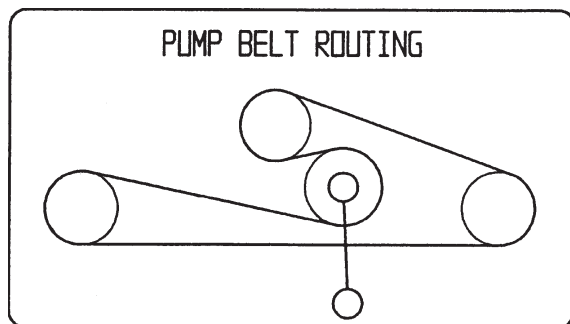

Figure 62
1. Abaissez la poulie de tension rappelée par ressort et enlevez la courroie des poulies du moteur et de la pompe hydraulique (Fig. 62). Retirez la courroie entre les poulies.
2. Installez la courroie neuve sur les poulies du moteur et de la pompe hydraulique (Fig. 62).
3. Abaissez la poulie de tension rappelée par ressort et alignez-la sous la courroie de transmission, puis relâchez-la (Fig. 62).